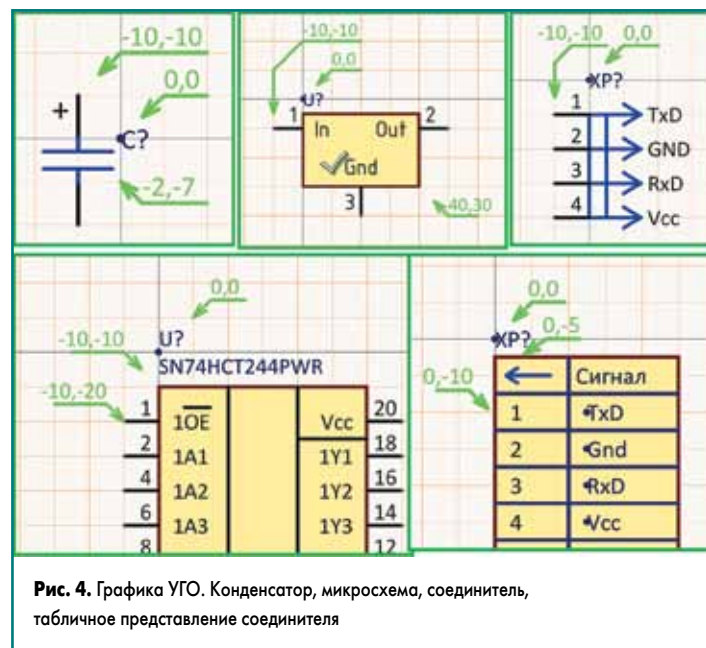

Рис. 4. Графика УГО. Конденсатор, микросхема, соединитель, табличное представление соединителя
Рассмотрим рекомендации по графике УГО (рис. 4). Размер основной сетки для построения УГО должен быть одинаковым для всех библиотек и компонентов и равным, например, 10 DXP default.
- Обратите внимание на положение надписей выводов. Они должны располагаться без поворота (рис. 4, вывод 3 микросхемы).